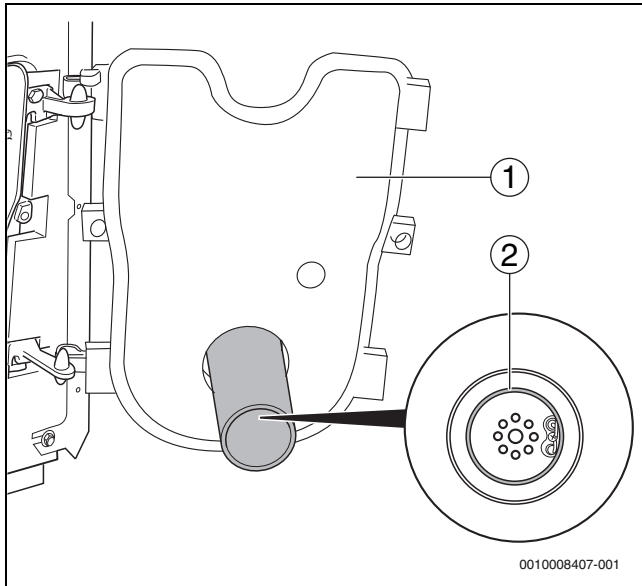

Bild 41 Korrekten Sitz der Dichtung prüfen
- ▶ Bei geöffneter Brennentür (→ Bild 41, [1]) korrekten Sitz der Dichtung (→ Bild 41, [2]) prüfen.
- ▶ Brennentür schließen (→Bild 41, [1]) und Befestigungsschrauben der Brennentür festziehen (ca. 10 Nm).